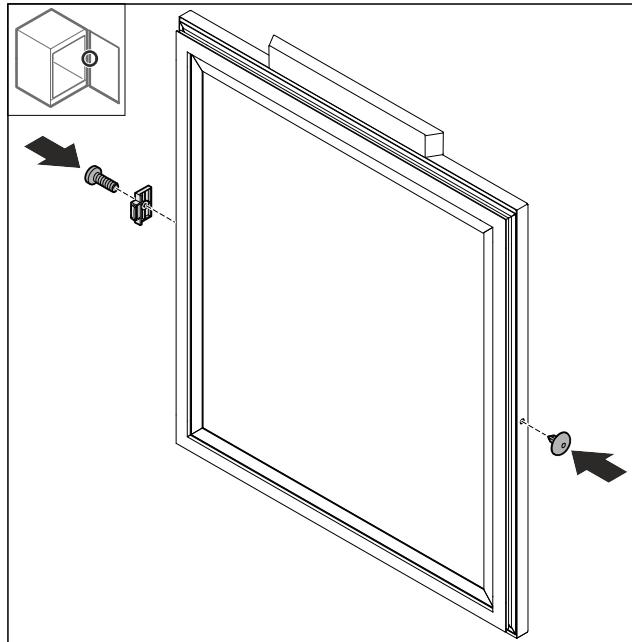

Fig. 74
▶ 将门挡 Fig. 74 (1)旋转 180°，然后安装在对面。
▶ 安装对面的盖板 Fig. 74 (2)。